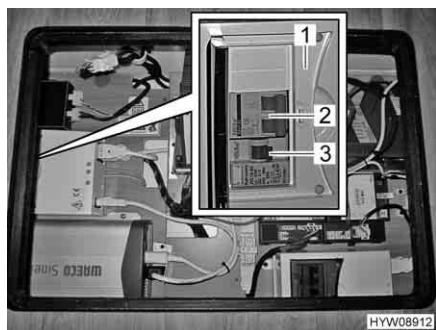

Fig. 114 Scatola dei fusibili supplementare
Le prese sono protette da un interruttore di sicurezza (Fig. 114,2) e da un interruttore di sicurezza per correnti di guasto (Fig. 114,3) in una scatola dei fusibili (Fig. 114,1) aggiuntiva.
- Se il veicolo è collegato all'alimentazione a 230 V, premere il tasto di controllo sull'interruttore di sicurezza per correnti di guasto (Fig. 114,3). L'interruttore di sicurezza per correnti di guasto (FI) deve scattare.